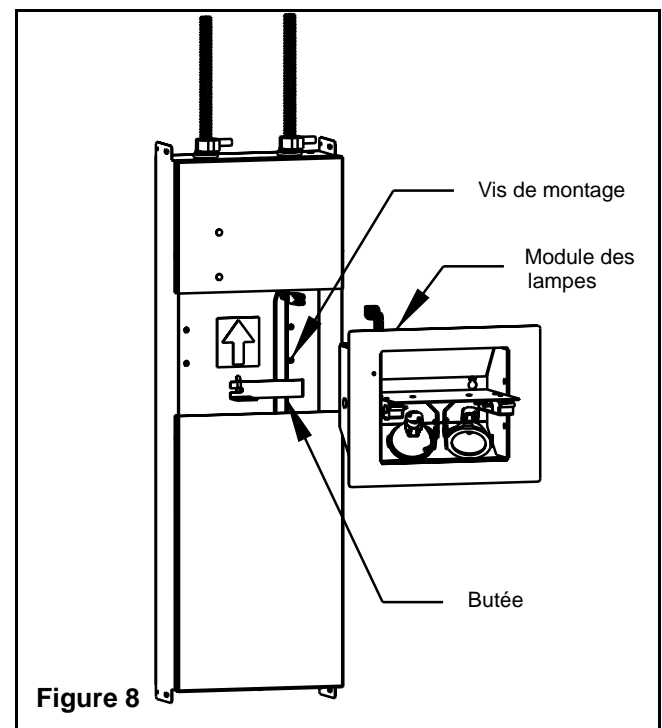

Figure 8
4. Placez les deux fils sous la butée et glissez la butée vers la gauche jusqu'au bout de la fente dans le boîtier encastré (Figure 8).
7. Placez les deux fils sous la butée et glissez la butée vers la gauche jusqu'au bout de la fente dans le boîtier encastré (Figure 8).
Installation du module de lampes (Figure 8)